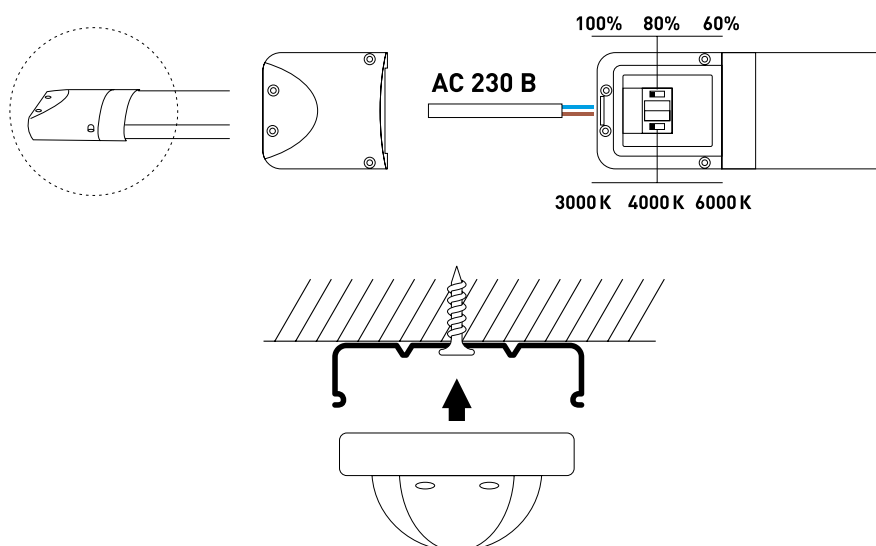

Рис. 2. Установка и подключение светильника
- Снимите крышку ввода питания, открутив фиксирующие винты. Выберите нужную мощность и цветовую температуру, режимы работы представлены на рис. 2.